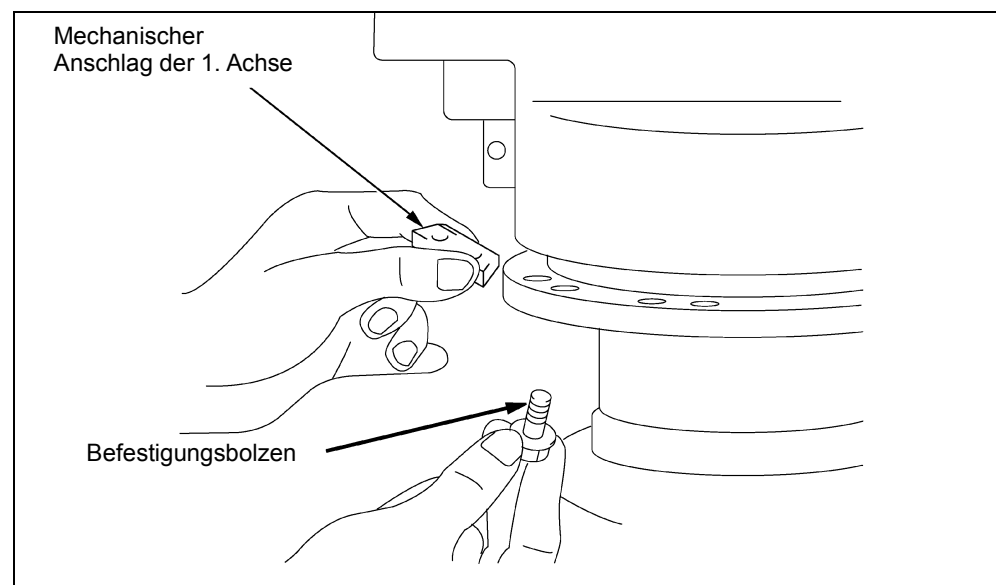

Abbildung 4-7 Mechanischer Anschlag der 1. Achse
- 2) Wenn Sie die derzeitige Position des mechanischen Anschlags ändern möchten, entfernen Sie nun den Fixierbolzen des betreffenden mechanischen Anschlags und ziehen den Anschlag horizontal heraus (siehe Abbildung 4-7).